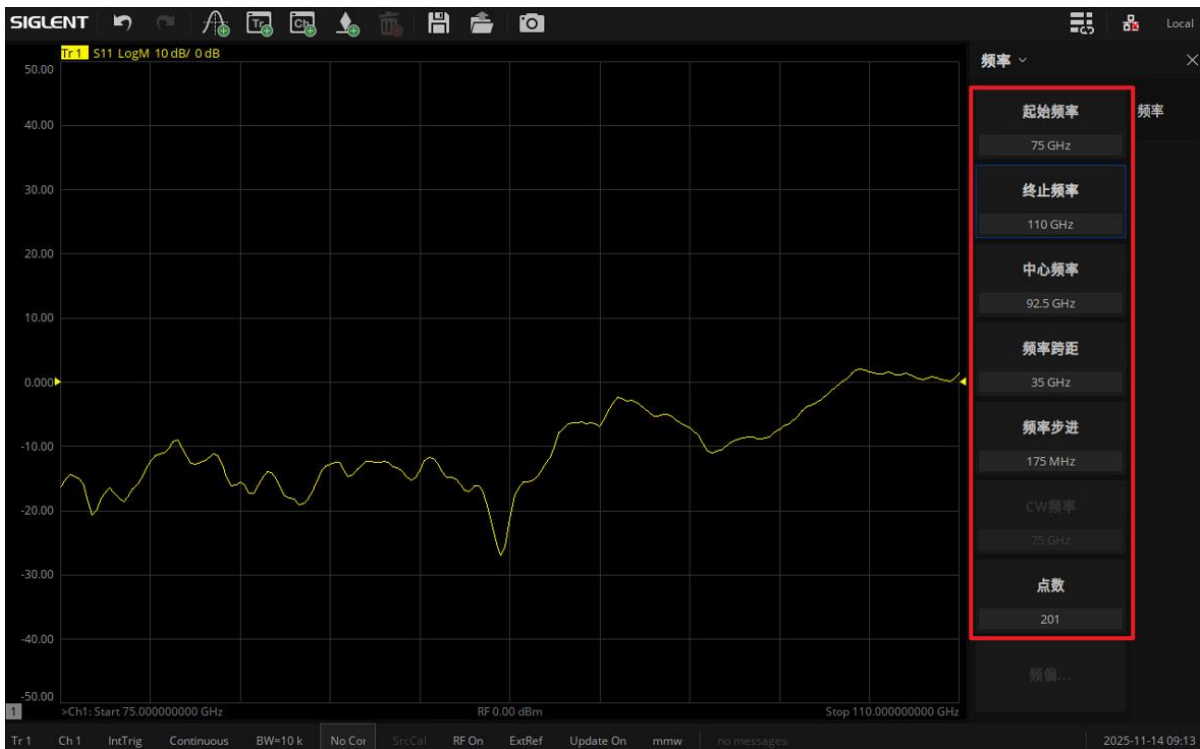

图 3-7 配置基本扫描参数
9. 点击 **Freq**，设置扫描频率、点数等基本参数，如图 3-7 所示。
<p>提示：</p> <p>毫米波测量配置界面的 mmWave Freq 为倍频模块的起止频率，VNA 实际的扫描频率要单独在图 3-7 的菜单栏中进行设置，设置范围不能超过倍频模块的起止频率。</p>